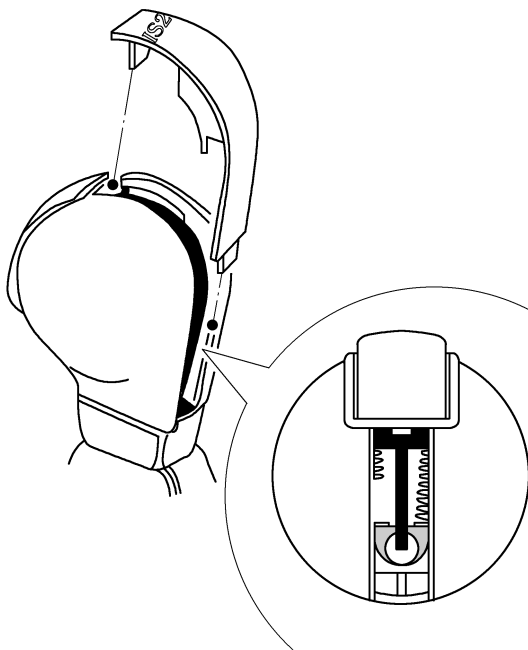

图 4-2-3 拆卸防护装置
- 2) 沿箭头方向取下手柄上的防护装置。解锁按钮已经处于安装位置, 如图 4-2-3 所示。